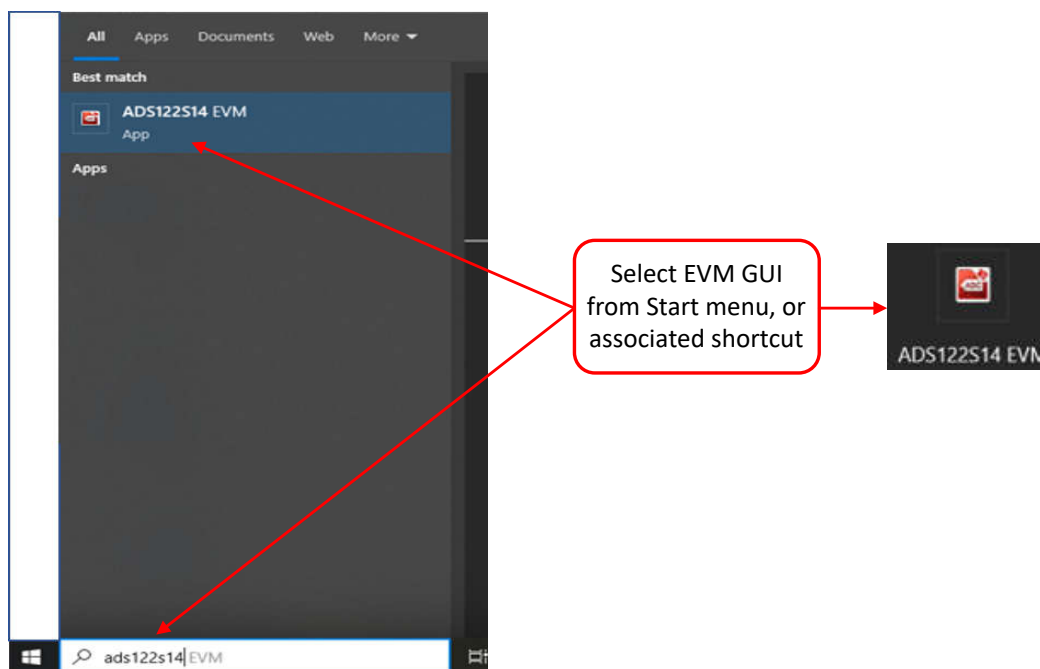

图 4-2. 启动 ADS122S14EVM GUI
6. 使用图 4-2 中所示的开始菜单或已安装的图标启动 GUI 软件。检查 GUI 右下角的已连接指示灯是否为绿色，如果是绿色，则表示 ADS122S14EVM 和 PAMB 控制器卡已成功连接并与 GUI 进行通信。如果该指示灯为灰色，请选中 GUI 右上角的演示模式，然后取消选中该模式以切换回正常数据采集模式。